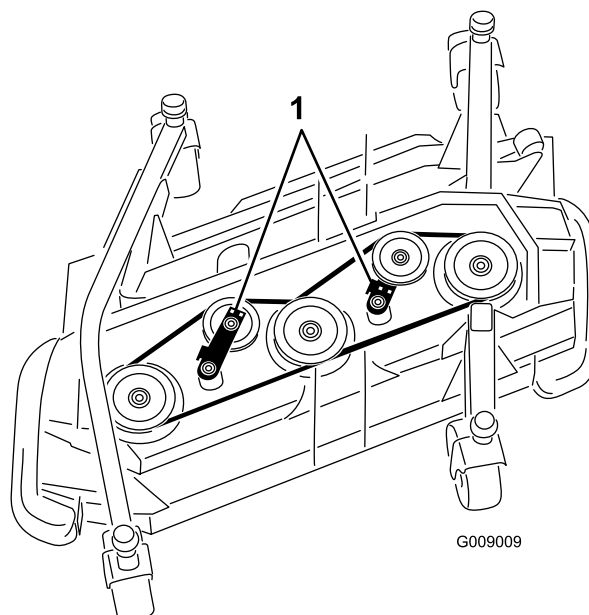

Figura 96
5. Con una leva a cricchetto o uno strumento simile, allontanate le pulegge tendicinghia dalla cinghia di trasmissione per allentare la tensione della cinghia e staccarla dalle pulegge (Figura 96).